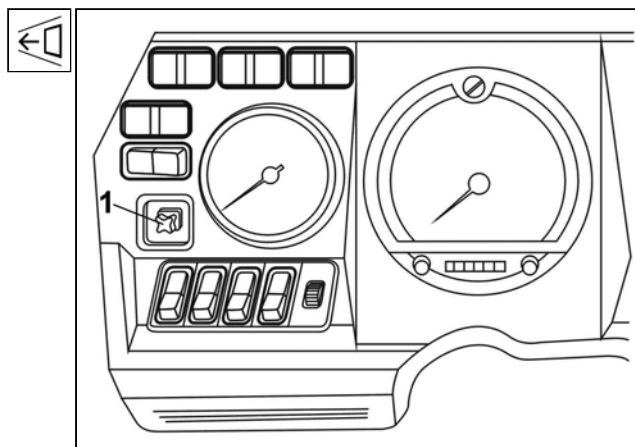

Рис. 13.14 Управление зеркалами обратного вида
3. Зеркало 2 настроить при помощи задатчика 1 (Смт. Рис. 13.14) электрического управления на требуемый угол. Положение нижнего зеркала обратного вида 4 на правой стороне настроить рукой. Потом винты крепления 5 тщательно подтянуть.